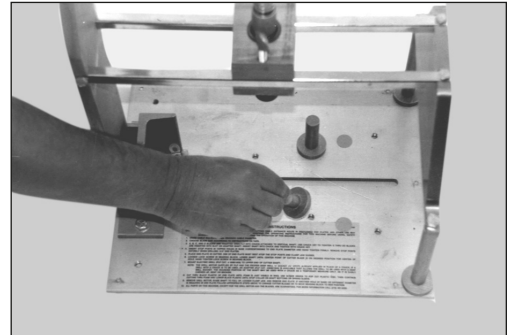

Figura 7
**4.2** Inserte los pernos de guía en los orificios roscados situados en la base del soporte de agujereado, de acuerdo con el diámetro del cabezal lateral y apriete los firmemente con la mano (Figura 7).